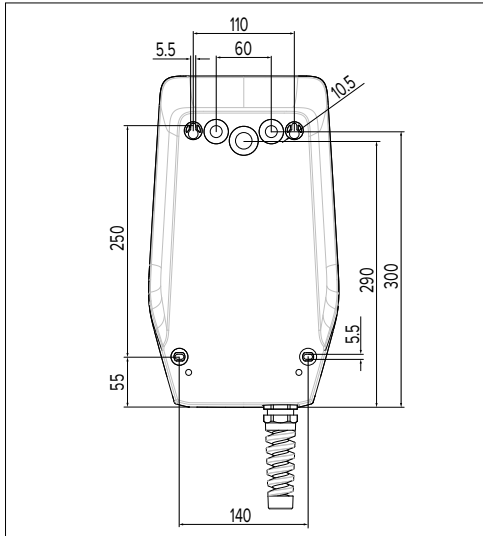

Fig. 6: Dimensiones de los taladros [mm]
En caso de un montaje mural, la posición de la línea de alimentación debe preverse mediante la plantilla de taladro suministrada o la figura "Fig. 6: Dimensiones de los taladros [mm]". Las entradas de cables están dispuestas en la parte posterior, la parte inferior y la parte superior.
- ▶ Marque los puntos de taladrado utilizando la plantilla de taladrado suministrada o la figura "Fig. 6: Dimensiones de los taladros [mm]". Al hacerlo, procure una alineación horizontal.